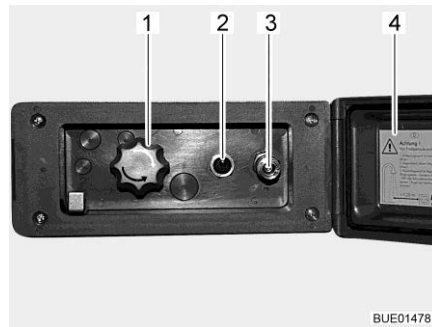

Fig. 168 Raccordo doccia esterno
- Sganciare ed aprire il coperchio (Fig. 168,4).
- Collegare il tubo flessibile della doccia esterna alla chiusura rapida (Fig. 168,3).
- Accendere la pompa dell'acqua con l'interruttore (Fig. 168,2).
- Regolare la temperatura dell'acqua ai gradi desiderati mediante la manopola (Fig. 168,1).
- Spegnerne la pompa dell'acqua con l'interruttore (Fig. 168,2).
- Chiudere il coperchio (Fig. 168,4) e bloccarlo con la chiave.
- Ruotare la manopola (Fig. 168,1) sulla posizione centrale.